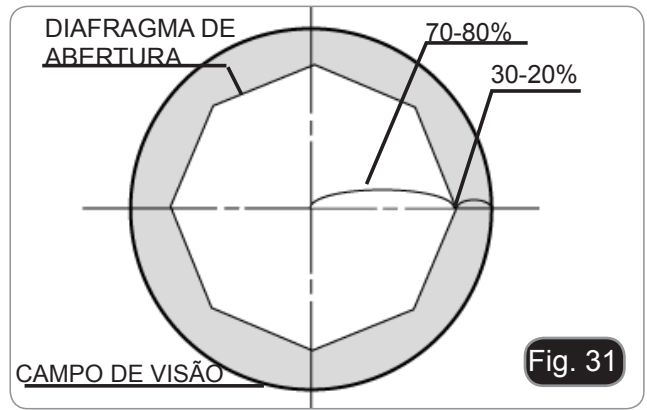

Fig. 31
- Para amostras com baixo contraste, puxe a alavanca ③ (Fig. 30) para fechar um pouco o diafragma de abertura. Se necessário, remova uma ocular e, olhando para o suporte da ocular vazio, ajuste a porca de anel do condensador até obter uma imagem como mostrado na Fig. 31.
Mova a alavanca de seleção do caminho óptico ① para a direita ou esquerda para selecionar o caminho óptico desejado. (Fig. 31)